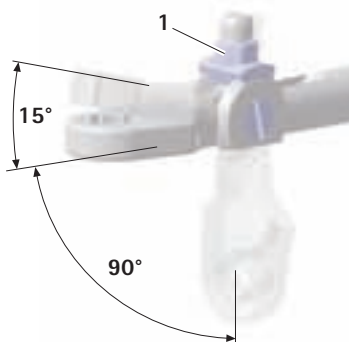

Fig. 3
- Colocar a chave **H** no ângulo pretendido e apertar o sextavado no **1** no sentido dos ponteiros do relógio, ver Fig. 3.